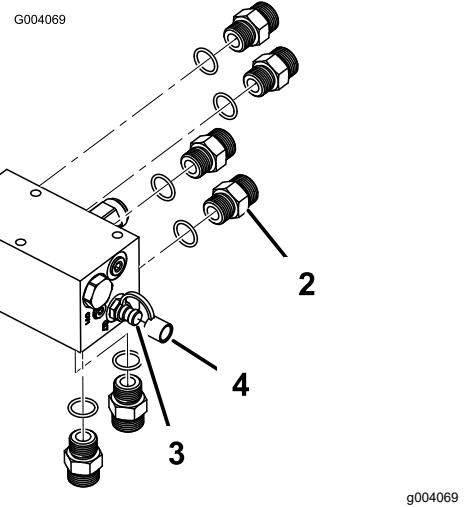

図4
2. 診断用フィッティングダストキャップを付け、向い合せに2個を取り付ける 図4。
3. マニホールドの底部にストレートフィッティング3個を取り付ける 図4。
1. マニホールドの後部にストレートフィッティング4個を取り付ける 図4。